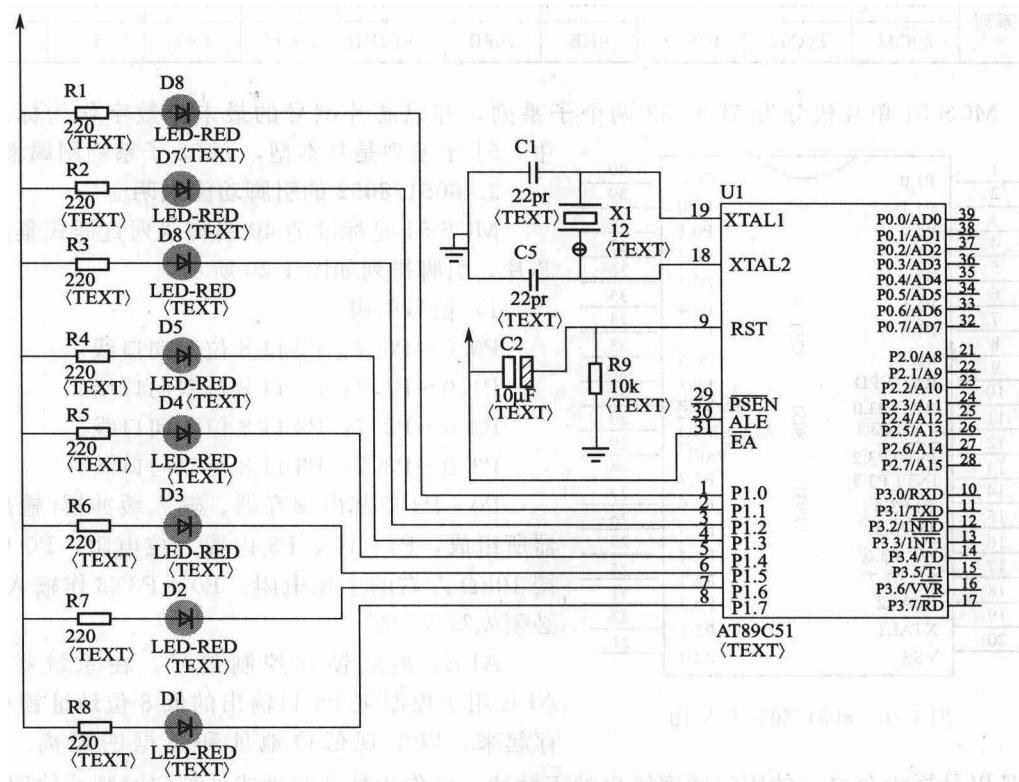

图 1-19 简单仿真电路模型
④ 电路连线。点击图标，把元件连接成仿真电路，如图 1-19 所示为简单仿真电路模型。